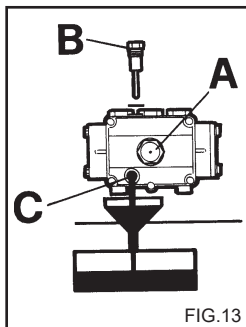

FIG.13
2) Dévisser le bouchon de la tige de contrôle de niveau (fig. 13).